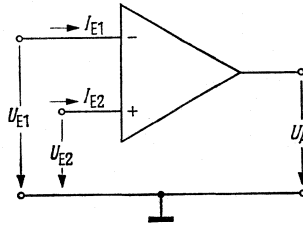

Bild 2
- a) Eingangs-Null-Spannung (Eingangs-Offset-Spannung) U_{EOS} ist diejenige Spannungsdifferenz, die an den Eingängen angelegt werden muß, damit der Ausgang auf 0V liegt (Bild 2).
- b) I_E ist der mittlere statische Eingangsstrom, der für die Funktion des OP notwendig ist (Bild 2).
- c) Eingangs-Null-Strom (Eingangs-Offset-Strom) I_{EOS} ist die Differenz der Eingangsströme im Arbeitsbereich. Er kann bei hohem Generatorwiderstand störend wirken (Bild 2).